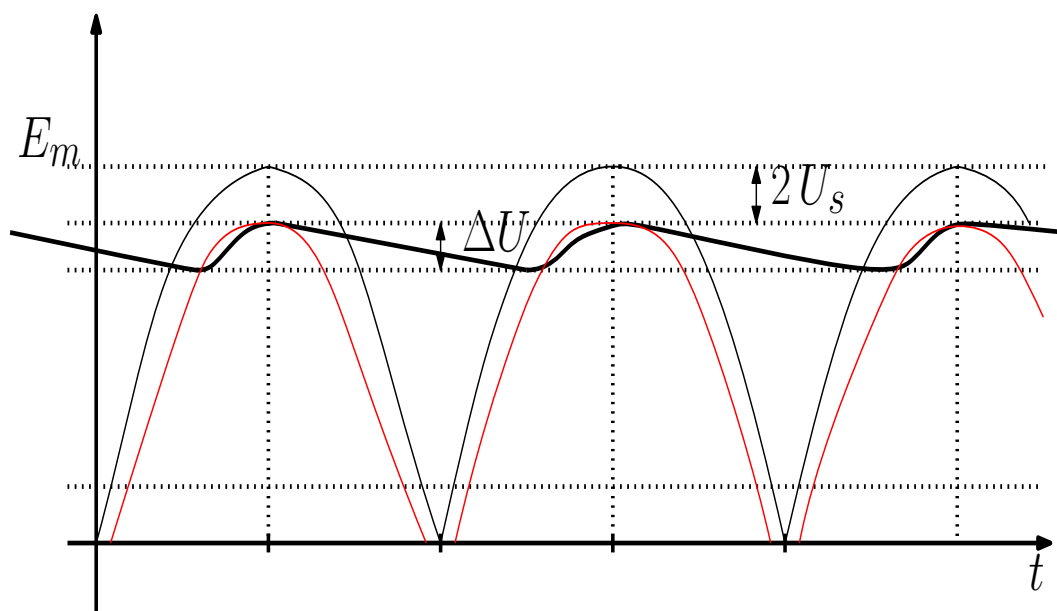

FIGURE 11 – Redressement bi-alternance et filtrage d'une sinusoïde.
3. **Synthèse expérience/théorie** : Identifier et compléter éventuellement les chronogrammes muets de la figure 11.